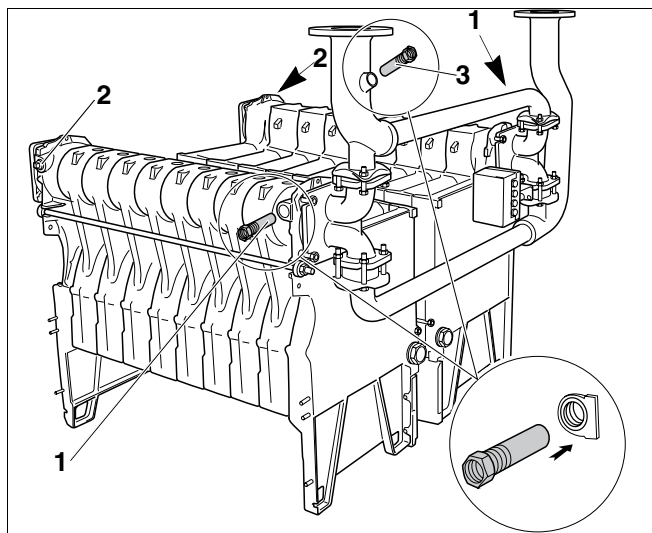

Fig. 32 Etanșarea tecilor de imersie și a dopurilor
- Se etanșează pe partea exterioră tecile de imersie (fig. 32, **poz. 1**) și dopurile $\frac{3}{4}$ " (fig. 32, **poz. 2**) la blocul de cazan stâng și drept.
- Se etanșeizează în conducta de tur a treia teacă de imersie (fig. 32, **poz. 3**, vezi materialul de montaj).